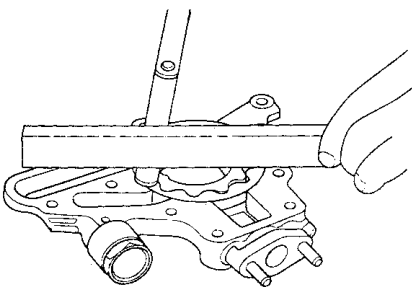

图 2-153 检查转子与泵壳体之间的轴向间隙
- 3) 如图 2-153 所示，检查转子与泵壳体之间的轴向间隙。如果壳体与转子之间的轴向间隙超出了维修极限，应更换机油泵。泵壳体与转子之间的轴向间隙，标准值：0.02~0.07mm；维修极限：0.15mm。